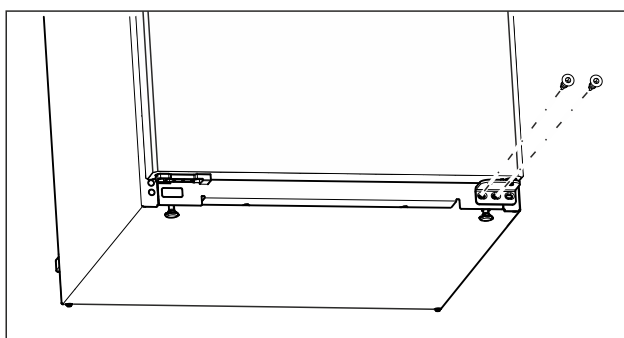

Fig. 7
- ▶ Na donjem ležajnom postolju odvrnite srednji vijak odvijačem Torx 20. (pogledajte Fig. 7)
- ▶ Na donjem ležajnom postolju odvrnite unutarnji vijak odvijačem Torx 20. (pogledajte Fig. 7)